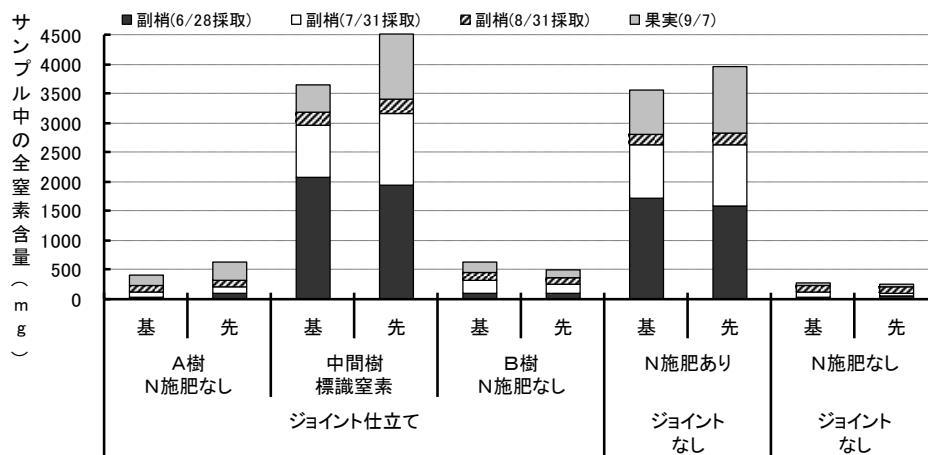

図2 樹体ジョイント仕立てが副梢および果実中の全窒素含量に及ぼす影響
2. ジョイント仕立てにおける標識窒素施肥樹の副梢および果実の全窒素含量は、窒素施肥を行いジョイントしていない樹と同等になる。また、ジョイント仕立てにおける標識窒素施肥樹の隣接樹(A樹およびB樹、それぞれ窒素施肥なし)の副梢および果実の全窒素含量は、窒素施肥がなくジョイントしていない樹よりも多くなる(図2)。